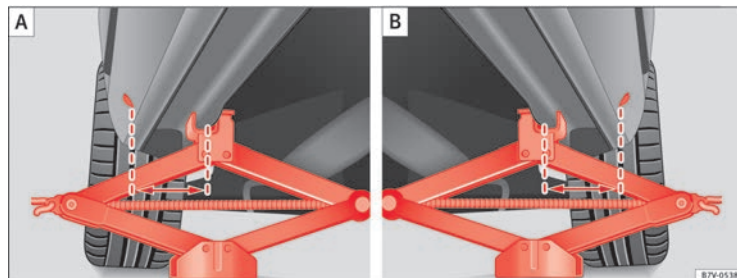

Fig. 186 (A): gato colocado en la parte delantera izquierda del vehículo (B): gato colocado en la parte trasera izquierda del vehículo.
dos detrás de los cantos delanteros ⇒ fig. 186. Utilice en cada caso el punto de apoyo respectivo de la rueda a cambiar ⇒ ⚠.
7. Asegúrese de que el pie del gato quede por completo firmemente apoyado en el suelo, y de que esté colocado exactamente debajo del punto de apoyo ⇒ **fig. 186**.
8. Centre el gato y siga subiéndolo con la manivela hasta que la garra abarque el nervio situado debajo del vehículo ⇒ **fig. 186**.
- Coloque el gato únicamente en los lugares descritos. La garra del gato debe quedar asegurada, abarcando el nervio del refuerzo de los bajos ⇒ **fig. 186**.